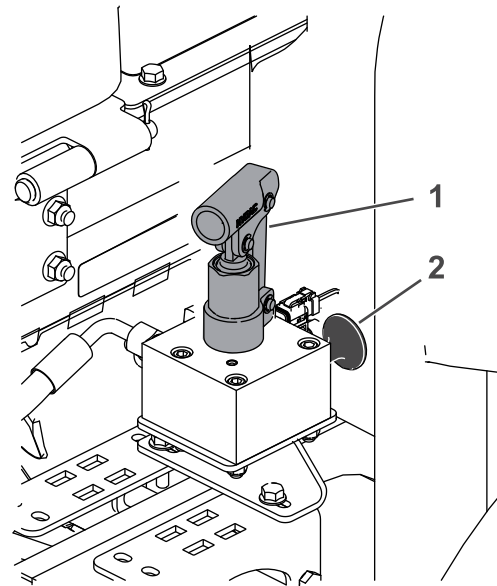

Bild 100
4. Suchen Sie den Bremslöseverteiler in der Nähe des rechten Vorderrads und hinter dem Hydraulikölbehälter (Bild 100).